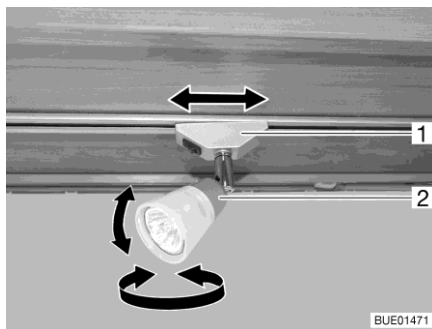

Fig. 27 Faretto
- Orientare l'involucro (Fig. 27,2) del faretto nella posizione desiderata. L'involucro può essere orientato nelle posizioni seguenti:
- Ruotare il supporto (Fig. 27,1) di ca. 45°.
- Ruotare il supporto (Fig. 27,1) di 90°.